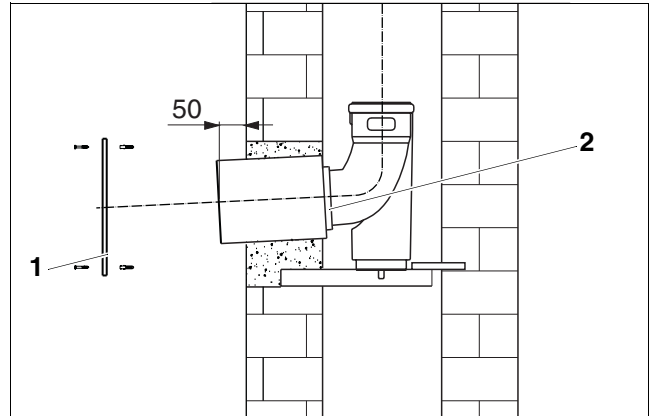

Bild 19 Schornsteinanschluss herstellen (Maß in mm)
- Außenrohr und Abgasrohr auf einen Überstand von 50 mm kürzen (Bild 19).